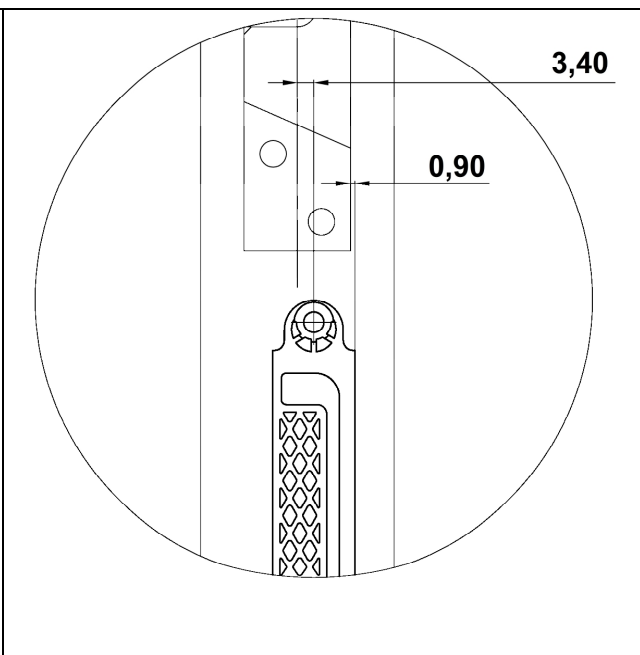

Fig. 7 Quote di posizionamento del pistone
- Fissare il pistone 5) all'anta utilizzando le viti a testa svasata 3,5x40 mm, avendo cura di rispettare la distanza di 3,4mm raffigurata in Fig. 7). La distanza tra il bordo del pistone 5) e il bordo della staffa sarà di 0,9 mm.
- Fix the piston 5) of the door by using the screws countersunk head 3,5x40 mm, taking care to respect the distance of 3,4 mm represented in Fig. 7). The distance between the edge of the piston 5) and the edge of the bracket must be 0,9 mm..